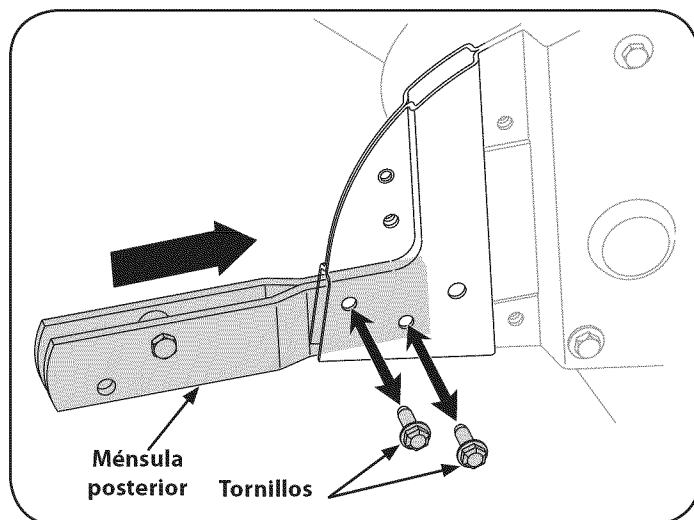

Figura 6
2. Extraiga los dos tornillos de la ménsula posterior. Vea la Figura 6.
3. Inserte la ménsula del calibrador de profundidad dentro del bastidor y reinstale los dos tornillos antes extraídos. Ajuste los pernos hexagonales firmemente. Vea la Figura 6.